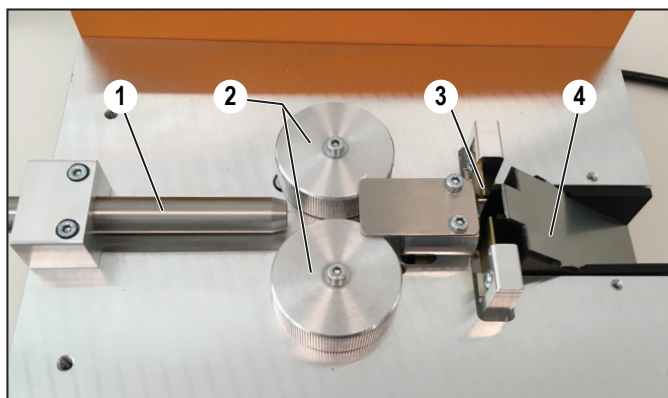

Figura 7.2 Pulire l'area di lavoro
- tubo di alimentazione (Figura 7.2, 1)
- rulli di avanzamento (Figura 7.2, 2)
- area di taglio (Figura 7.2, 3)
- scivolo (Figura 7.2, 4)